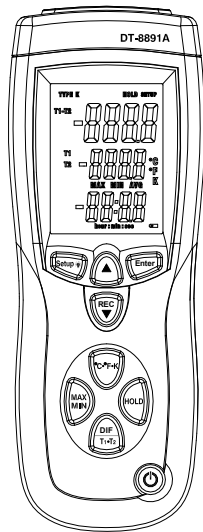

Рис.5.2.1
Органы управления и индикации передней панели для модели DT-8891/91A представлены в таблице 5.2.1 (рис.5.2.1).
- нажмите кнопку  (позиция 8, табл. и рис. 5.2.1) , чтобы включить или выключить прибор .
- Нажмите кнопку  (позиция 4, рис. и табл. 5.2.1) , чтобы выбрать температурный режим: Цельсия (°C), Фаренгейт (°F), или Кельвина (K).
- Нажмите на кнопку  (позиция 9, рис.5.2.1), чтобы сохранить новые настройки в памяти: **On** (включение ждущего режима) or **OFF** (выключение ждущего режима).
- Нажмите кнопку  (позиция 4, рис.5.2.1), чтобы выбрать необходимую температурную шкалу.